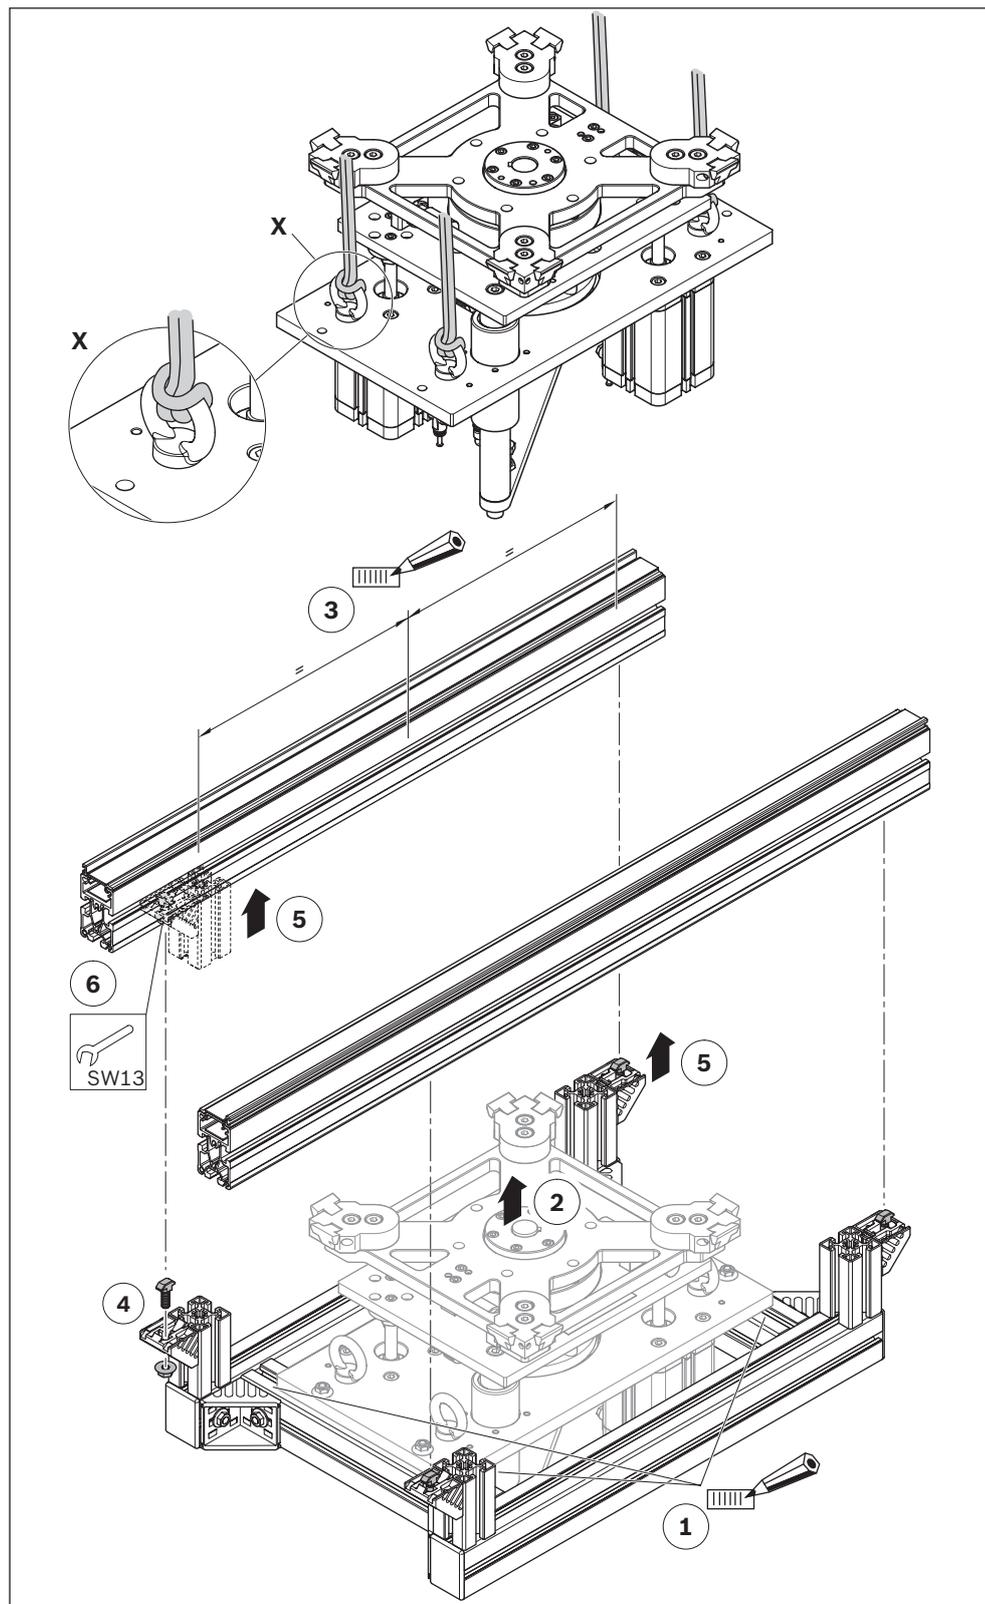

Fig. 9: Montaggio di un'unità di sollevamento e rotazione HD 2/H di grandezza 2 e 3 su tratto ST 2 (nell'esempio, grandezza 2 180° per WT 2, WT 2/F)
Per il sollevamento utilizzare un dispositivo di sollevamento. Come punti di attacco, ad es. per un'imbracatura circolare, sono previste viti ad anello (X) nella piastra di base (vedere Fig. 9).